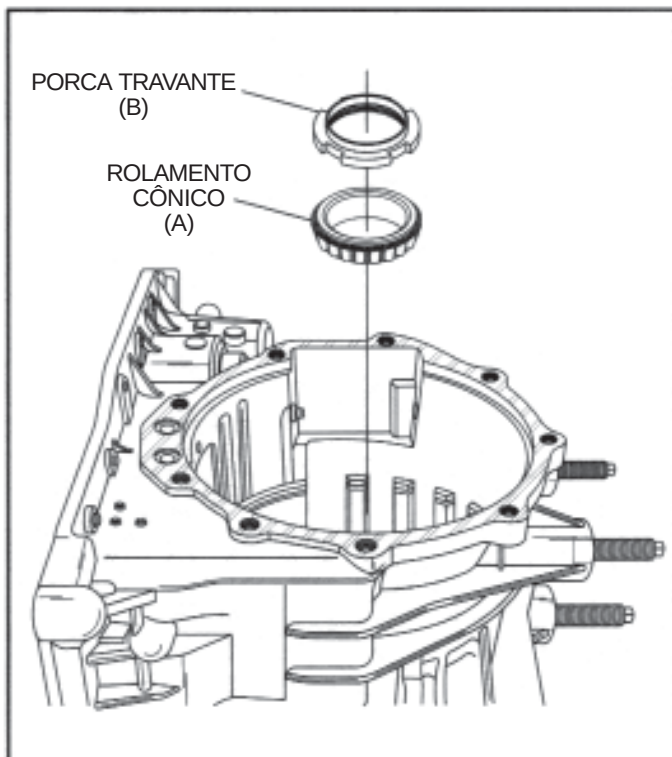

Figura 125
29. Gire a transmissão 180° novamente de forma que a tampa externa esteja voltada para cima (Vide Figura 125).
30. Instale um novo rolamento cônico (A) na engrenagem de entrada da tração final, conforme ilustrado na figura 125.
31. Instale uma **nova** porca travante (B) no rolamento da entrada da tração final, conforme ilustrado na Figura 125.